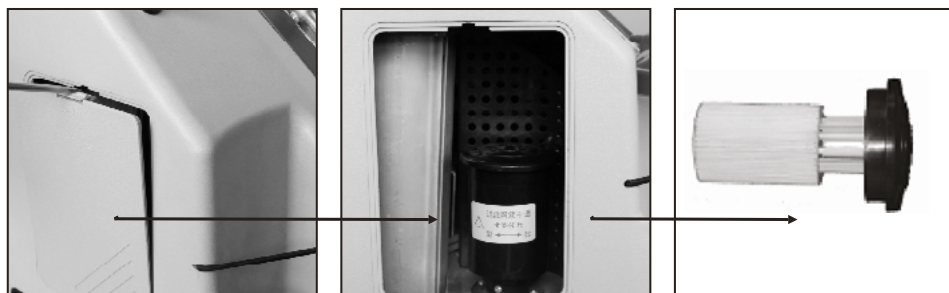

Figura 6: filtro de tecido
- Substitua o filtro de tecido no mínimo uma vez por mês. A frequência de substituição do filtro de tecido depende do uso e condição. Se o corpo do filtro ficar escurecido, por favor faça a substituição imediatamente, não importando o tempo de uso. (Figura 6)